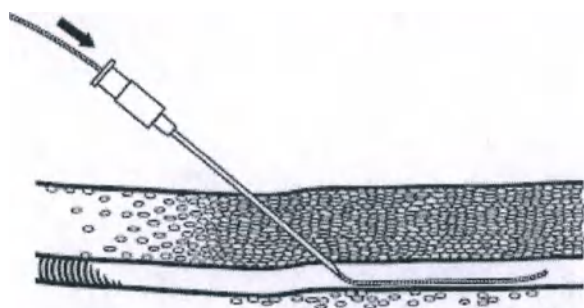

Рис. 2
2. Под рентгеноскопическим контролем введите проводник через иглу, продвигайте его на 15-20 см вглубь к сосуду. (Рис. 2)